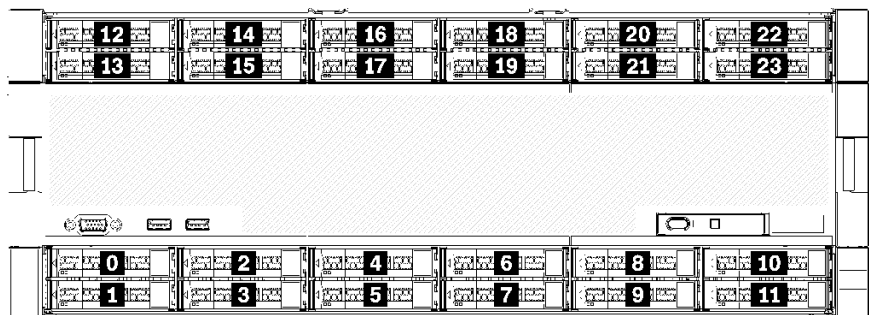

图 3. 硬盘插槽位置
- 顶部两个硬盘支持 SAS、SATA 或 NVMe 接口硬盘（Lenovo AnyBay）。服务器可支持最多 12 个 NVMe 硬盘，具体取决于服务器配置。支持 NVMe 的硬盘插槽是具有偶数编号的插槽，如第 14 页图 3 “硬盘插槽位置” 中所示。